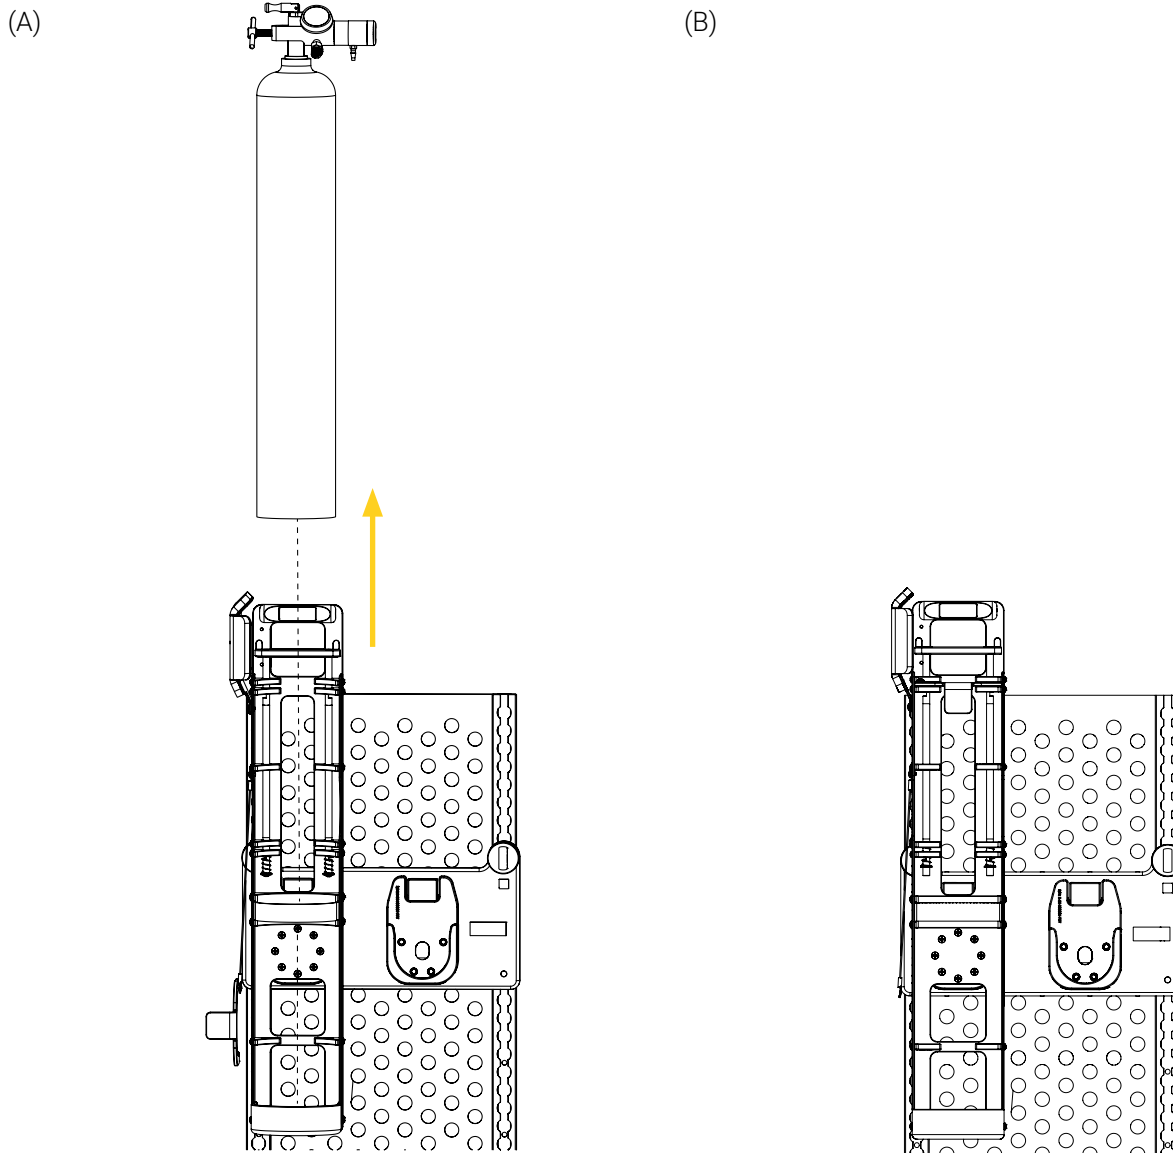

Figure 11: Retrait du cylindre à gaz
4. Tirer le cylindre à gaz verticalement hors du support pour cylindre à gaz (Figure 11).